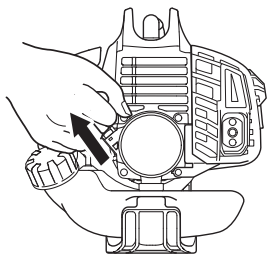

Fig. 16
3. Tire enérgicamente del arrancador de retroceso, tomando la precaución de mantener el asidero bien sujeto para evitar que se escape de la mano. (Fig. 16)